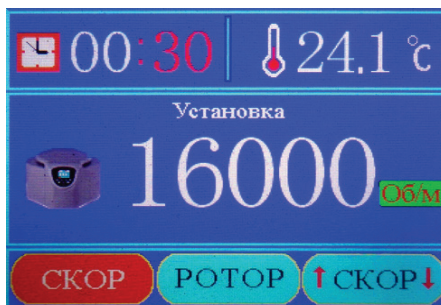

Рисунок 5
- 7.9. Снова нажмите кнопку «УСТ», чтобы перейти к установке времени работы (Рисунок 5) и помощью кнопок ▲ и ▼ установите необходимое значение минут времени центрифугирования. Нажмите кнопку «УСТ» и аналогичным образом установите значение часов.